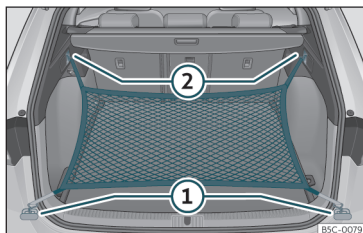

Fig. 126 En el maletero: argollas ① y ganchos ② para enganchar la bolsa de red.
- Fije los ganchos cortos de la red en las argollas de amarre »» **fig. 126** ① »» ⚠. La cremallera de la bolsa tiene que quedar hacia arriba.
- Fije las cintas en los ganchos para colgar bolsas ②.